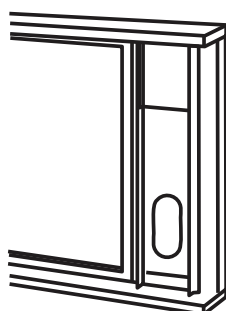

Fig.14
- Coupez le joint en mousse (type adhésif) à la longueur appropriée puis collez-le en haut de la fenêtre. Voir Fig. 14